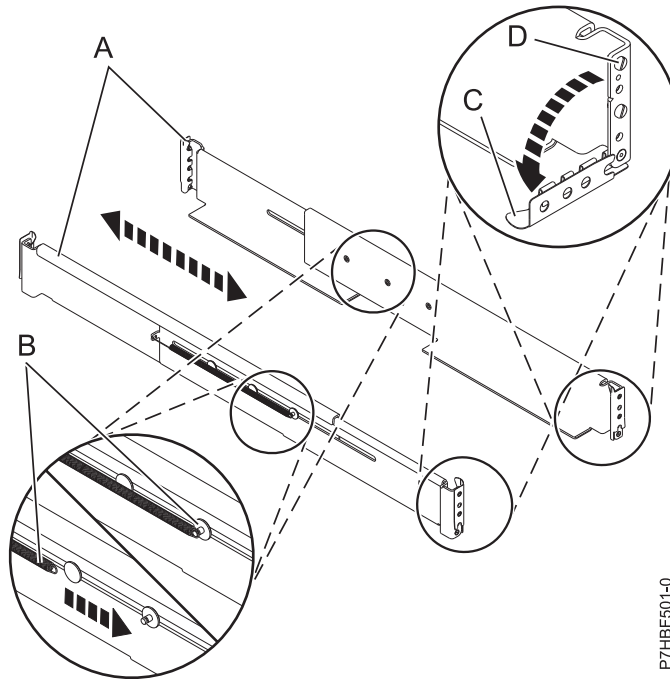

Figura 4. Instalación de los rieles
3. Gire hacia abajo las abrazaderas frontal y posterior **(C)** de los rieles derecho e izquierdo, tal como se muestra en Figura 4 en la página 7.
4. En cada riel, quite la cinta que sujeta el muelle (**B**) al riel. Enganche el extremo del muelle alrededor del empalme circular del riel tal como se muestra en Figura 4.